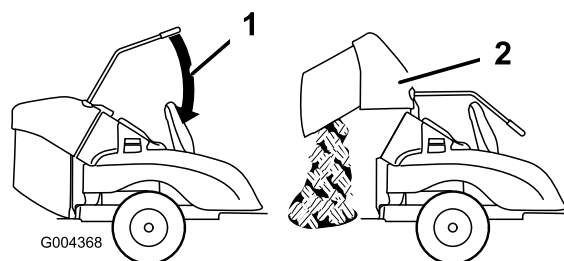

Figura 17
3. Eleve la bolsa de recogida extendiendo la palanca DFS y tirando de la misma hacia abajo (Figura 17).